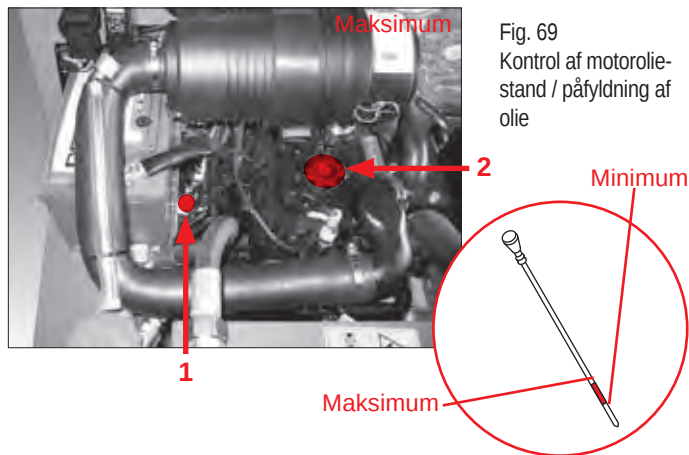

Fig. 69
6. Træk oliemålepinden (venstre motorside: Pos. 1 Fig. 69) ud.
1. Åbn oliestudsens Pos. 2 (Fig. 69).
5. Luk oliestudsens Pos. 2 (Fig. 69).